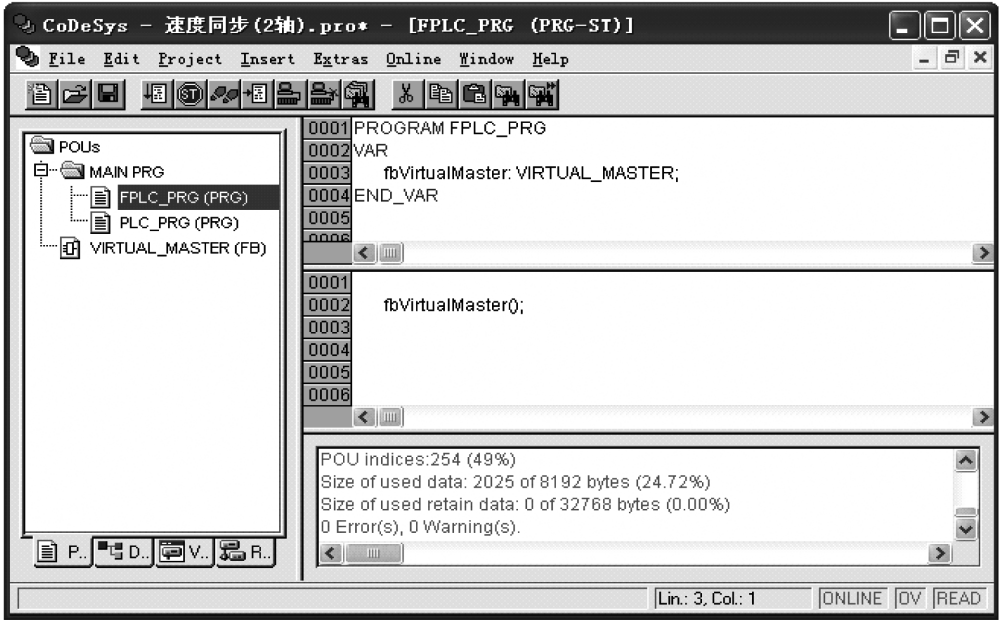

图 5-14 在 FPLC _ PRG 中调用 VIRTUAL _ MASTER 功能块
8) 在快速任务 FPLC _ PRG 中调用 VIRTUAL _ MASTER 功能块, 如图 5-14 所示。